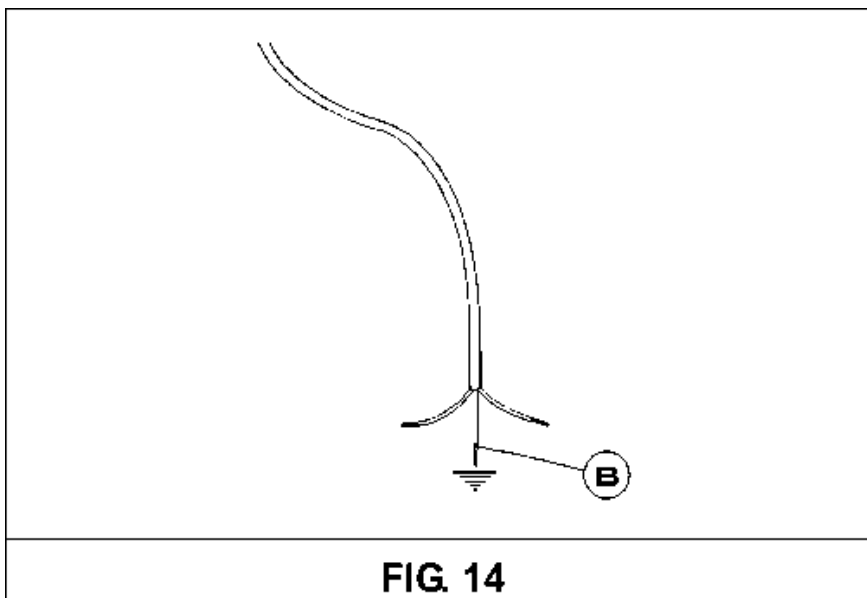

FIG. 14
En caso de sustitución del cable de alimentación, el instalador deberá tener el conductor de tierra (B) mas largo respecto a los conductores de fase (ver fig. 14) y, además, deberá respetar las advertencias indicadas en el párrafo 8.